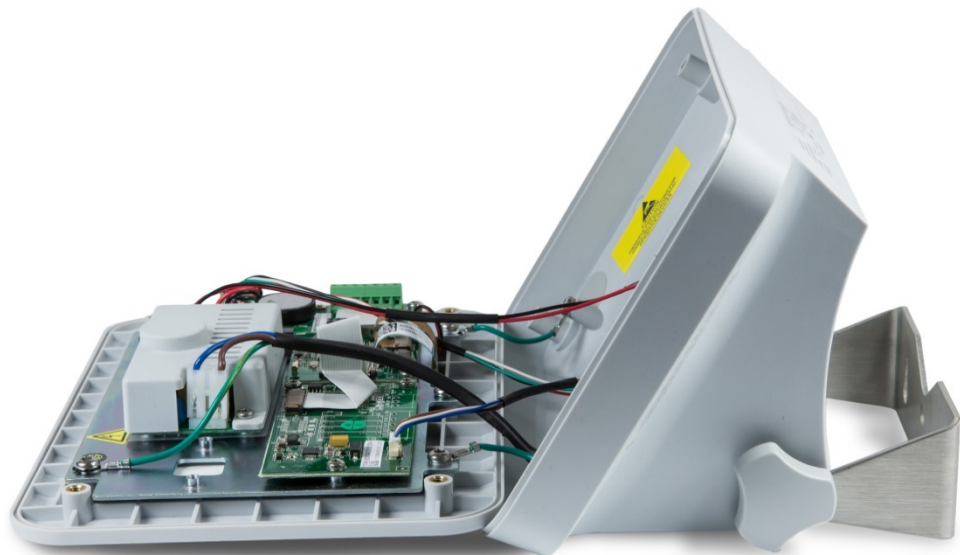

Figura 2-3: Rimozione del coperchio
- Separare l'alloggiamento anteriore da quello posteriore, come mostrato in Figura 2-3.